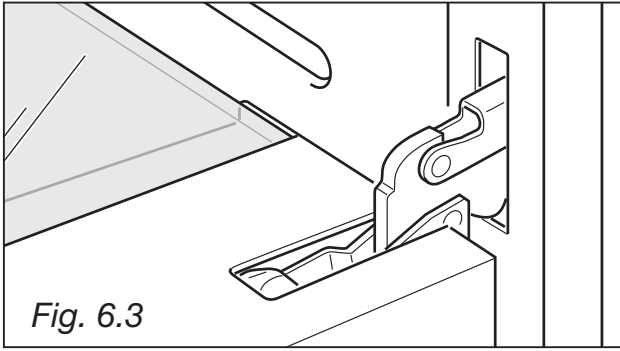

Fig. 6.3
- Fully open the oven door (fig. 6.3).